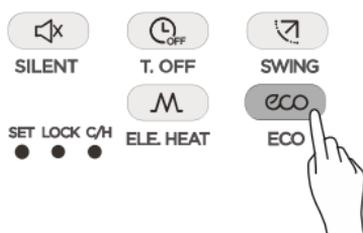

Abb. 3.13
- 1) Drücken Sie  (siehe Abb. 3.13), um das ECO-Signal zur Inneneinheit zu senden. Die Anzeige  erscheint.